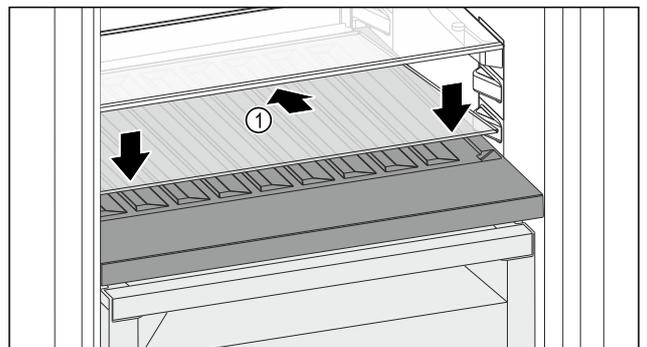

Fig. 158
- ▶ Glasplatte Fig. 158 (1) schräg und nach hinten unten geneigt ansetzen.
- ▶ Glasplatte Fig. 158 (1) vorne absenken.